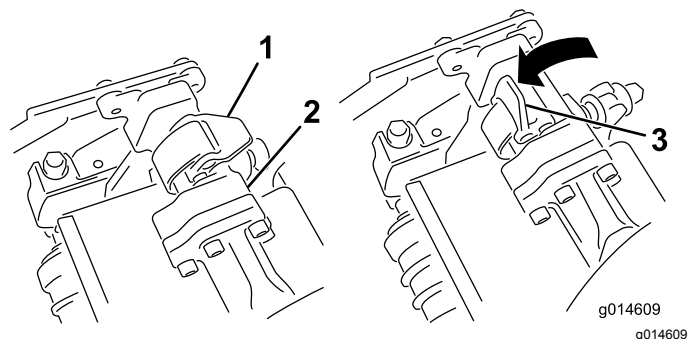
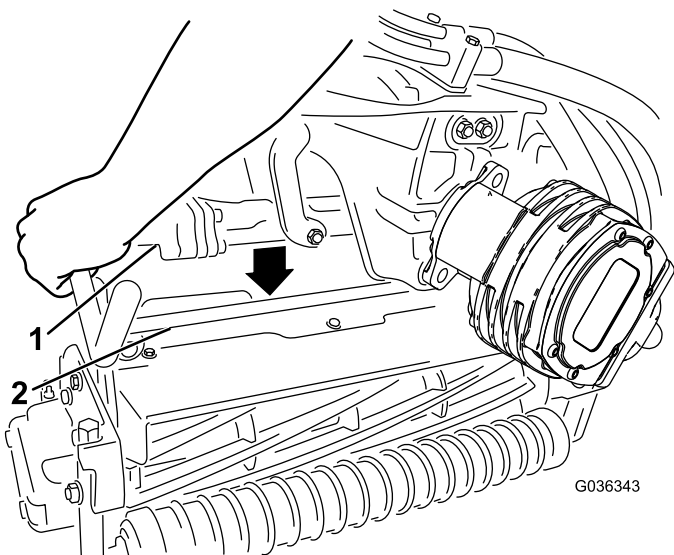

Figura 50
Figura 51
4. Con i fermi del braccio di sospensione rivolti verso l'alto (cioè aperti) (Figura 50), premete il braccio di sospensione verso il basso in modo che la barra si inserisca nella barra della parte superiore dell'apparato di taglio (Figura 51).
5. Chiudete i fermi spostandoli verso il basso e attorno alla barra dell'apparato di taglio, quindi bloccateli in posizione (Figura 50).
5. Aprite i fermi sulla barra del braccio di sospensione dell'apparato di taglio che state rimuovendo (Figura 50).